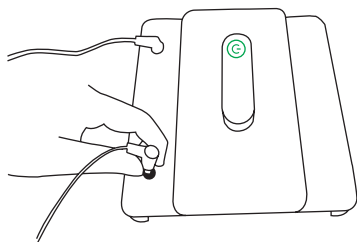
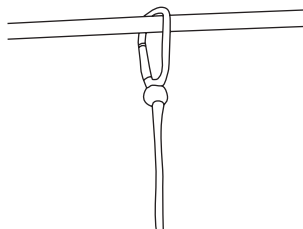

Figura 1
Figura 2
Per avviare un ciclo di pulizia, collegare il cavo di sicurezza (2). Inserire il bocchettone di chiusura (3) sul robot e bloccarlo facendolo ruotare verso destra (Figura 1). Fissare il moschettone (1) in un punto sicuro per sostenere il robot in caso di caduta (Figura 2).